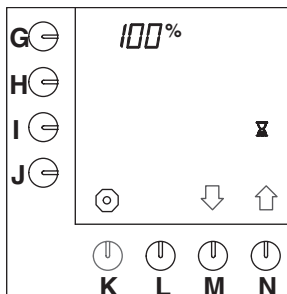

Abb. 35 Pausenzeit 100%
- Drücken Sie auf die Wahl taste (N.)↑, bis Abb.35 im Display erscheint.